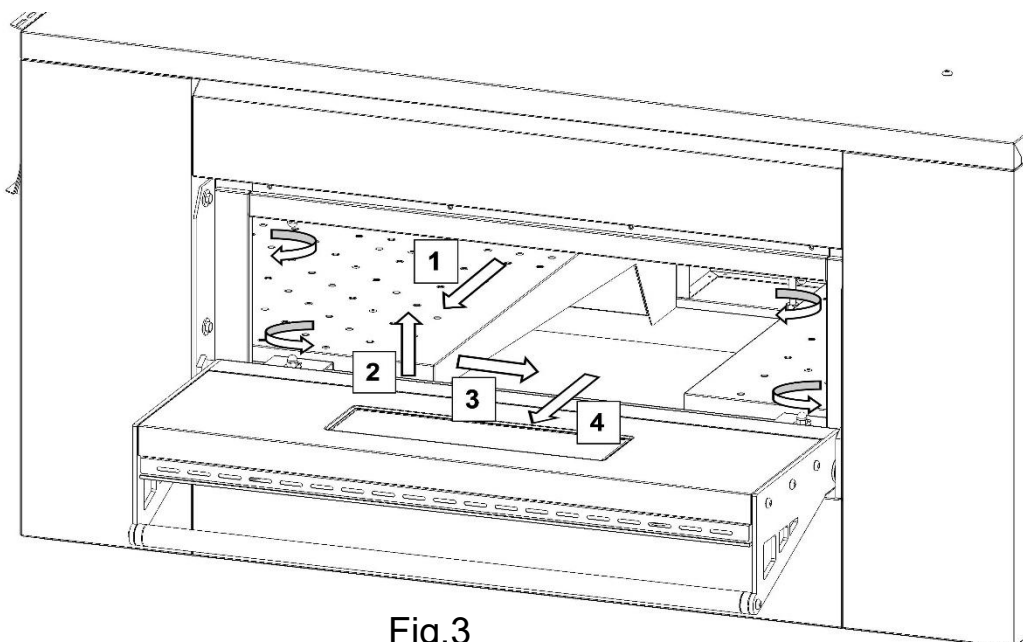

Fig.3
8. Aprire il portello laterale e svitare i dadi di fissaggio dei diffusori con una chiave da 10. Utilizzando un paio di guanti robusti per evitare di potersi graffiare con eventuali spigoli, estrarre i diffusori (vedi Fig.3 paragrafo 9.3.1).
7.Aprire il portello laterale e svitare i dadi di fissaggio dei diffusori con una chiave da 10 (Fig.3). Per il modello DPZ3030EN togliere il portello laterale e svitare i dadi di fissaggio dei diffusori con una chiave da 10.
8.Utilizzando un paio di guanti robusti per evitare di potersi graffiare con eventuali spigoli, estrarre i diffusori come mostrato in Fig.3 seguendo la sequenza 1-2-3-4.